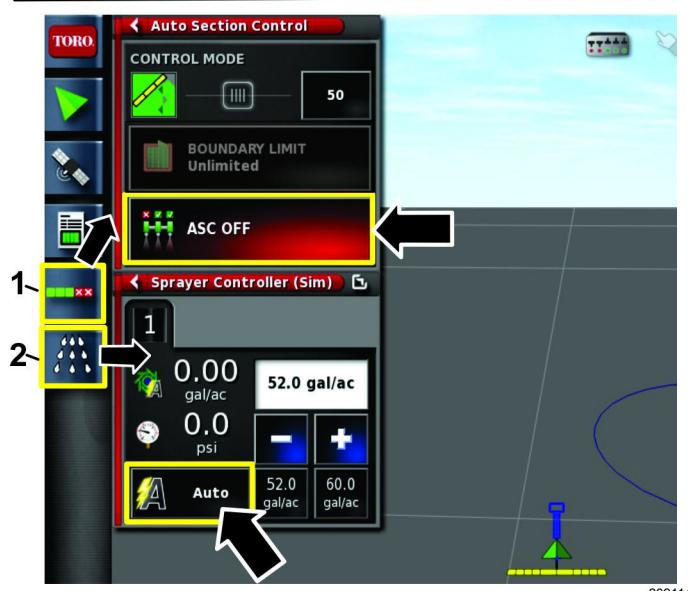

Рисунок 24
- Нажмите на значок автоматического выбора конфигурации управления и на значок контроллера опрыскивателя (Рисунок 24).
- Нажмите на значок ASC, чтобы установить его в положение Выкл., и установите управление нормой внесения в положение Auto (АВТОМАТИЧЕСКИЙ РЕЖИМ) (Рисунок 24).